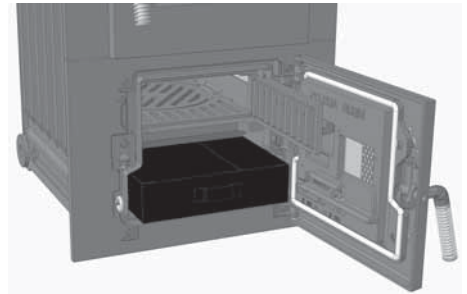

Abb. 3.16 Stehplatte und Entaschung bei Kohlefeuerung
- Um den Rost von Schlackerückständen wie Steinen, Kohleschiefern und anderem zu befreien, wird die Stehplatte (siehe Abb. 3.16) geöffnet. Danach ist die Rosteinrichtung frei zugänglich und kann mit einem Schürhaken gesäubert werden.
- Die eigentliche Entaschung erfolgt über die Stehplattenöffnung (siehe Abb. 3.16) in den vorgezogenen Aschekasten.